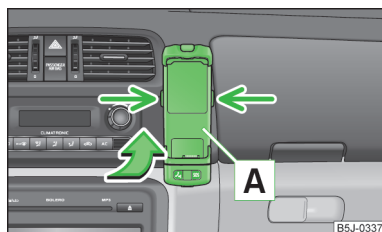

Fig. 82
- Poussez d'abord l'adaptateur [A] dans le sens de la flèche » fig. 82 jusqu'à la butée dans le support. Appuyez ensuite légèrement sur l'adaptateur pour qu'il s'enclenche.
- Appuyez simultanément sur les verrouillages latéraux du support » fig. 82 et extrayez le téléphone avec l'adaptateur.